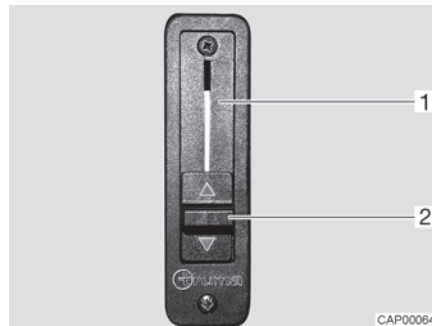

Fig. 8 Régulateur à coulisse pour blocage de phase
- Pousser à fond le régulateur à coulisse (Fig. 8,2) vers le haut. Le blocage de phase (Fig. 8,1) est ouvert. Le chauffage de l'espace habitable chauffe également le pare-brise.
- Pousser à fond le régulateur à coulisse (Fig. 8,2) vers le bas. Le blocage de phase est fermé. Le chauffage de l'espace habitable et celui du véhicule porteur sont séparés l'un de l'autre.